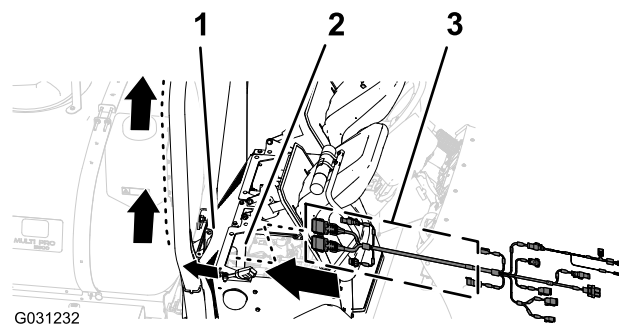

Bild 165
1. Verlegen Sie den 390-cm-Zweig des Datenkabelbaums in der rechten Seite des Motorraums (neben dem Luftfilter für den Motor) und nach hinten unter dem rechten, unteren Bereich der hinteren Motorhaube (Bild 165).